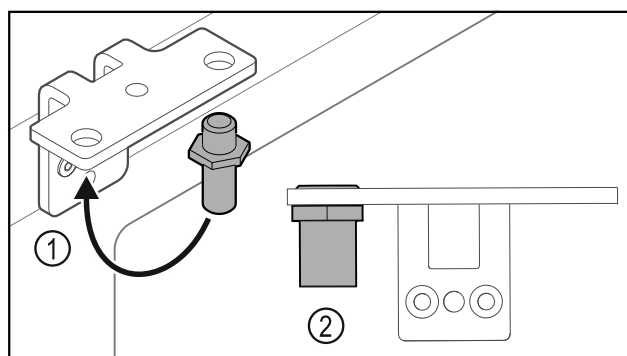

Fig. 37
- ▶ Flyt bolten Fig. 37 (1) i hængselvinklen.
- ▶ Spænd bolten Fig. 37 (2) med et drejemoment på 12 Nm.